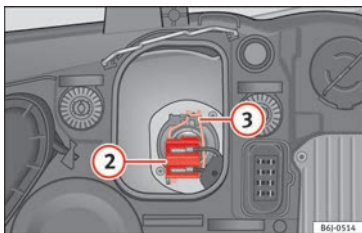

Fig. 91 Feux de croisement.
- Retirez le connecteur » fig. 91 ② de l'ampoule.
- Décrochez le ressort entrebâilleur » fig. 91 ③ en le pressant vers l'intérieur et vers la droite.